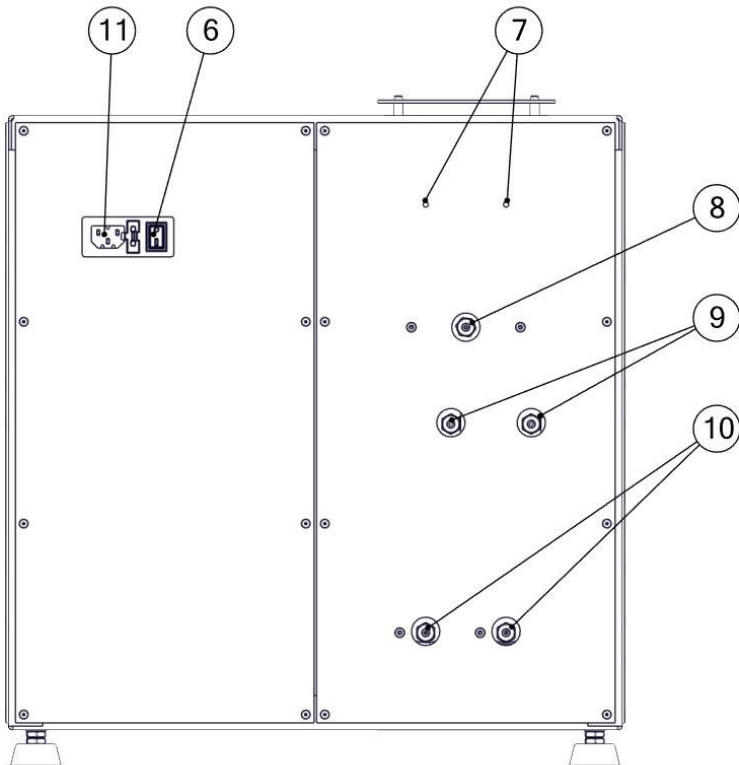

Figure 7-3 - Vue arrière
1. Éteignez le testeur de résistance à la traction à l'état humide en mettant l'interrupteur à bascule situé à l'arrière de la machine (Figure 7-3, élément 6) sur la position OFF.
5. Retirez les capuchons en plastique des deux connecteurs de vidange d'huile situés à l'arrière de la machine (Figure 7-3, élément 10).
12. Retirez les capuchons en plastique des deux connecteurs d'entrée d'huile situés à l'arrière de la machine (Figure 7-3, Repère 9).
14. Remplacez les capuchons en plastique sur les deux connecteurs d'entrée d'huile (Figure 7-3, Repère 9) situés à l'arrière de la machine.
1. Éteignez le testeur de résistance à la traction humide, attendez quelques secondes et rallumez-le en mettant l'interrupteur à bascule situé à l'arrière de la machine (Figure 7-3, élément 6) en position OFF et ON.
2. Allumez le testeur de résistance à la traction à l'état humide en mettant l'interrupteur à bascule situé à l'arrière de la machine (Figure 7-3, élément 6) sur la position ON.